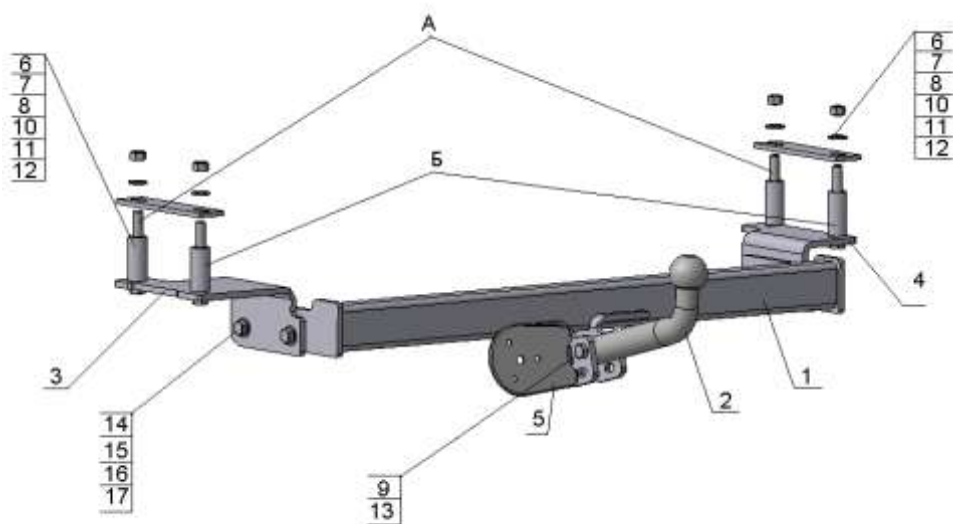

Рис.1
- согласно Рис.1 с помощью крепежных элементов поз. 6,7,8,10,11,12 закрепить кронштейны поз.3, поз.4 на автомобиле;